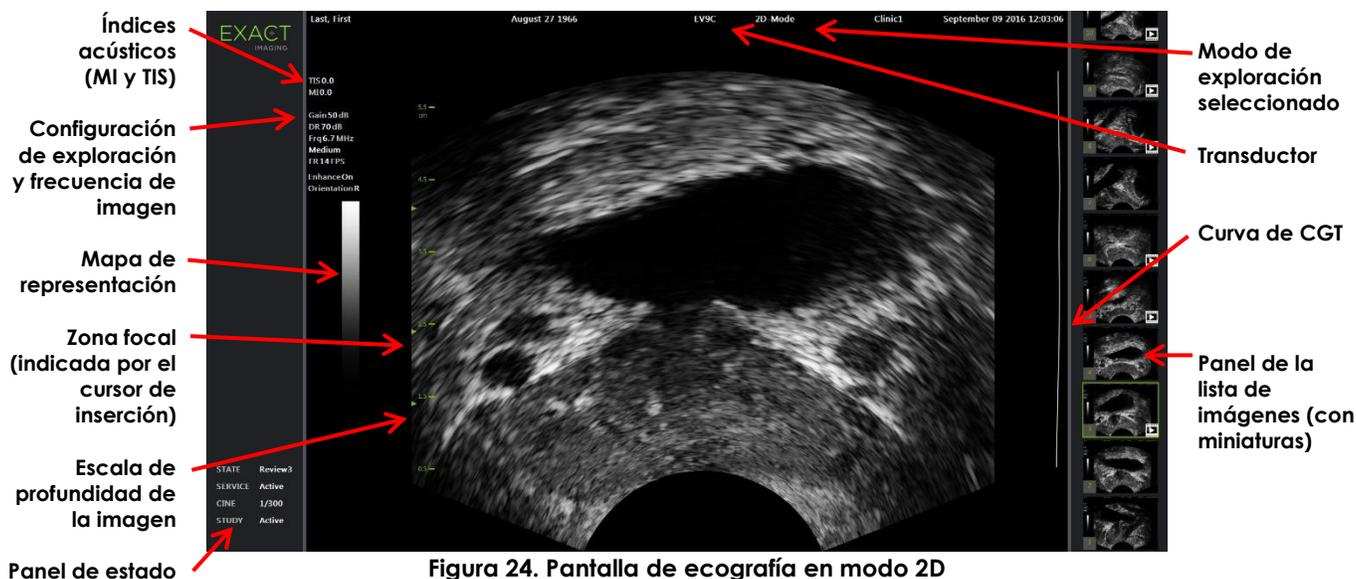

Figura 24. Pantalla de ecografía en modo 2D
- Ajustes de imagen como se indica en la Figura 24.